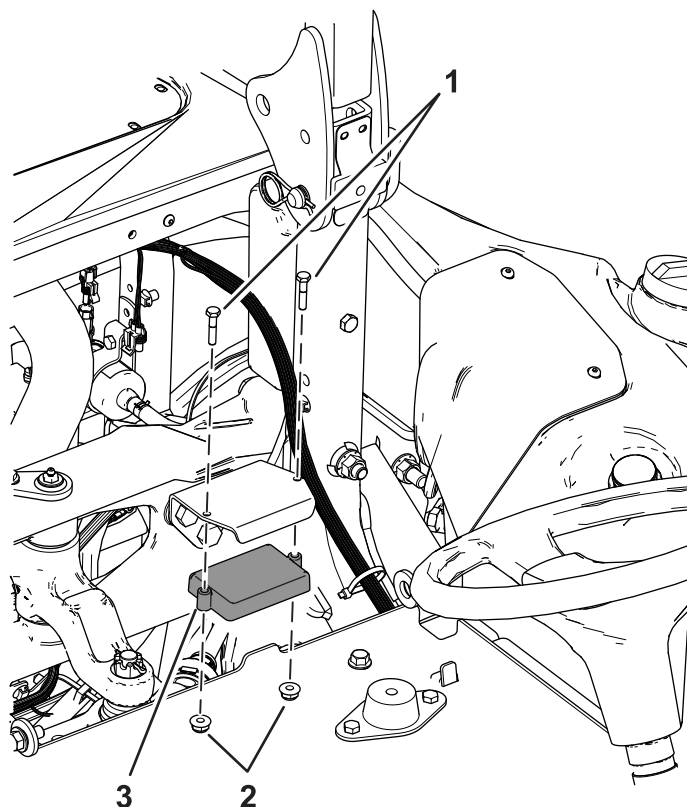

図 4
5. センサーブラケットにセンサーを取り付けるボルト $\frac{1}{4}$ x $1\frac{1}{4}$ " 2本とナット $\frac{1}{4}$ " 2個を使用する図 4を参照。